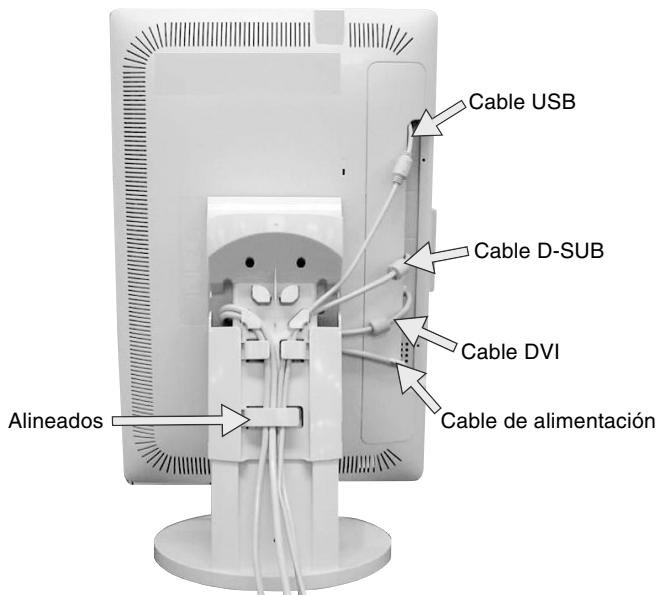

Figura C.6
8. Para manejar los cables sin problemas, colóquelos en el conducto para cables siguiendo este orden: cable de alimentación y cable DVI (**figura C.6**).
9. Introduzca el cable DVI y el cable de alimentación en los corchetes correspondientes, como se indica en la **figura C.6**.
10. Introduzca el cable D-Sub y el cable USB en los corchetes correspondientes, como se indica en la **figura C.6**.
12. Asegúrese de que todos los cables quedan bien alineados con el soporte (**figura C.6**).